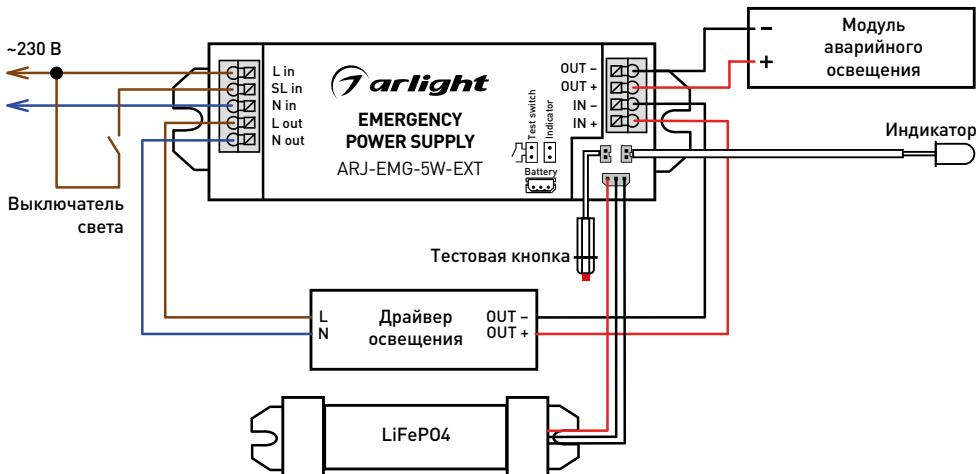

Рис. 1. Стандартная схема подключения
- Подключите обесточенные провода электросети к источнику аварийного питания со стороны **INPUT**, соблюдая маркировку: **L** (фаза) — ко входам **L in** и **SL in**, **N** (ноль) — ко входу **N in** (см. рис. 1).